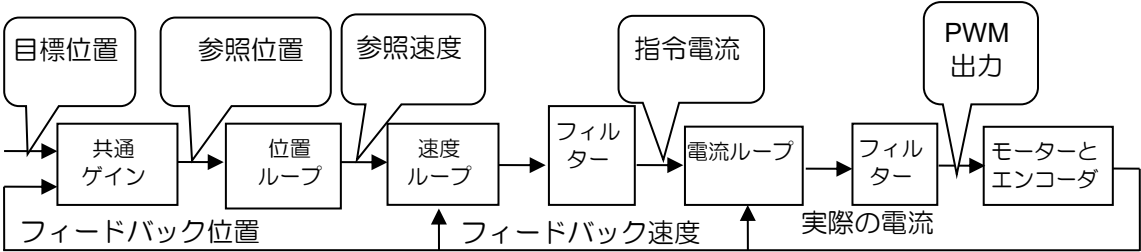

図 3.5.1
サーボモーターを制御するために、D2T-LM シリーズドライバには、電流ループ、速度ループ、位置ループの 3 種類の制御ループが付属しています。サーボループのアーキテクチャを図 3.5.1 に示します。位置モードでは、これら 3 つのサーボループが順番に接続され、モーターの位置を制御します。速度モードでは、速度ループが電流ループを通じてモーターを駆動します。電流モードでは、電流ループはモーターの相転流機構のみを制御します。そのコマンドは上位コントローラからの電圧コマンドによって制御されます。サーボループのゲインパラメーターを簡素化するために、D2T-LM シリーズドライバは 1 つの共通ゲイン (CG) のみを使用して全体の制御ループアーキテクチャを設定および調整します。